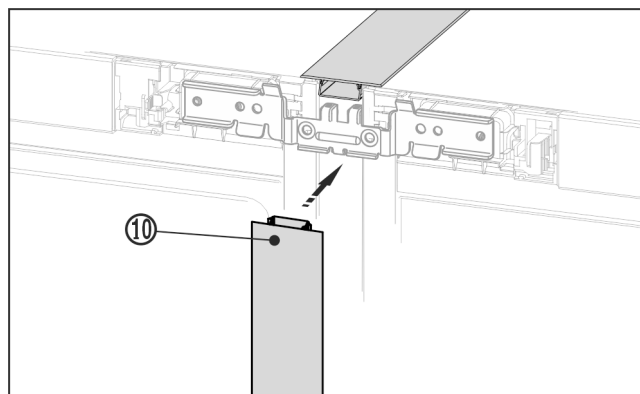

Fig. 22
- ▶ Auf der Vorderseite die lange Abdeckleiste Fig. 22 (10) in den vertikalen Spalt drücken. Darauf achten, dass die Leiste auf dem Verbindungsblech aufsteht.